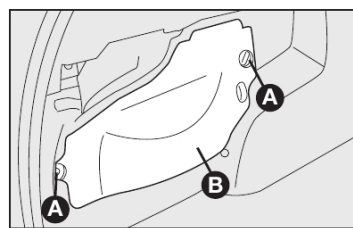

fig. 19
16) Recolocar a tampa B-fig. 19, apertando os parafusos A;